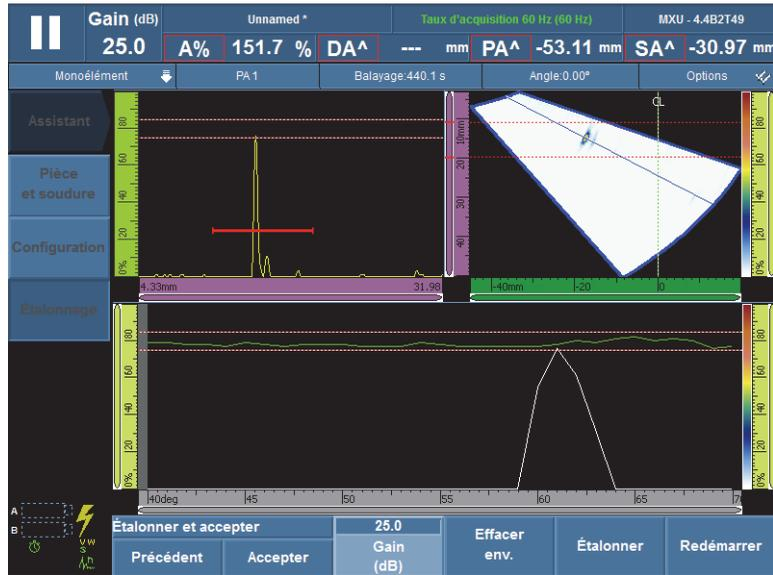

Figure 5-14 Création de l'enveloppe d'étalonnage de la sensibilité
- a) Déplacez doucement la sonde sur le bloc étalon, au-dessus du réflecteur, pour créer une enveloppe de signal lisse avec des valeurs de 0 % à 100 % pour tous les angles/VPA (voir la Figure 5-14 à la page 149).